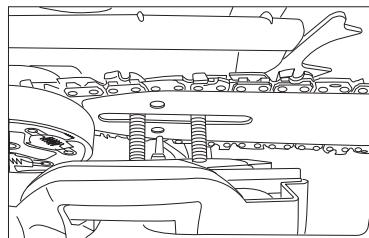

Рис. 9
9. Установете обратно защитния капак заедно с щит на спирачка на веригата така, че болтове да се поставят в предназначени за тях отвори, а регулировъчен щифт на натягане на веригата се постави в долното отворче на шината (рис. 9).